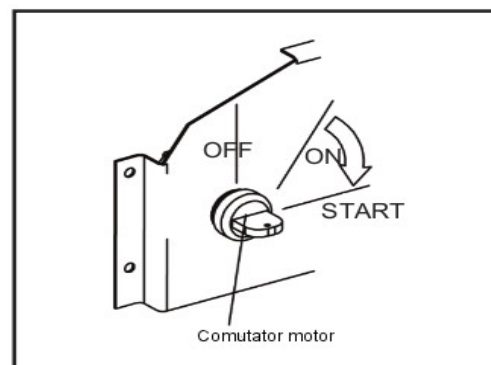

Fig. 9 - Schema electromotor
- 4.4. Setati comutatorul motorului in pozitia START, pana porneste generatorul, vezi fig. 9.